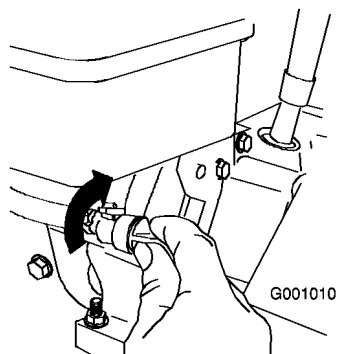

Bild 26
- Schließen Sie den Kraftstoffhahn durch Drehen nach links (Bild 26).